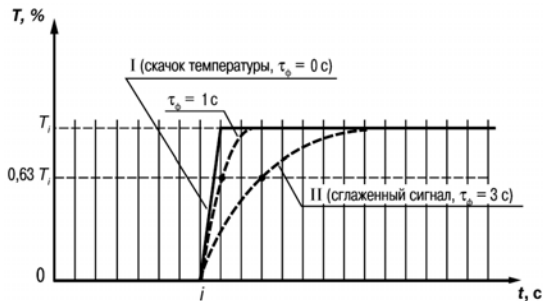

Рисунок 3.5
3.2.2.4.3 Цифровой фильтр устраняет шумовые составляющие сигнала, осуществляя его экспоненциальное сглаживание. Основной характеристикой экспоненциального фильтра является  $\tau_{\phi}$  – постоянная времени цифрового фильтра, параметр  **$\bar{c}nF 1 (\bar{c}nF2)$**  – интервал, в течение которого сигнал достигает 0,63 от значения каждого измерения  $T_i$  (рисунок 3.5).